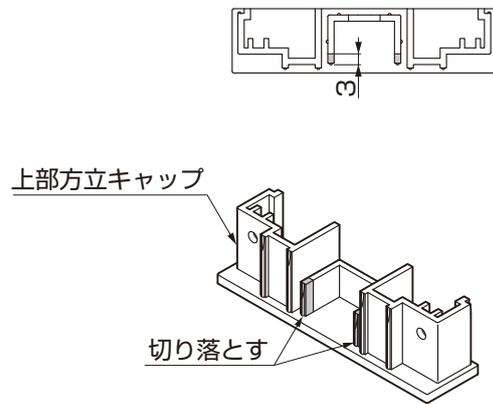

図21-19
- ①上部方立キャップを図21-19を参照して加工してください。
- ②上部方立キャップを上部方立に【24-1】で取付けてください。